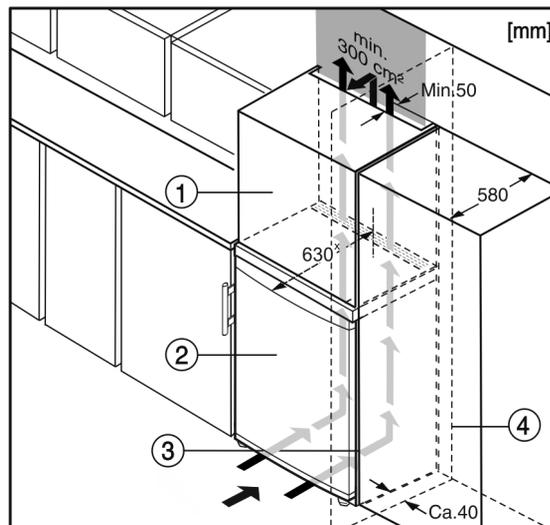

Fig. 6
El aparato se puede rodear de muebles de cocina. Para adaptar el aparato Fig. 6 (2) a la altura del mueble de la cocina se puede colocar sobre el aparato un armario superior Fig. 6 (1) adecuado y acorde con el mobiliario.\*
Si la cocina posee armarios (profundidad máx. 580 mm), el aparato se puede colocar directamente junto al armario de cocina Fig. 6 (3). El aparato sobresale 34 mm\* por los lados y 50 mm\* en el centro del aparato respecto al frente del armario de cocina.\*
Si el aparato se instala con las bisagras junto a una pared Fig. 6 (4), la distancia entre el aparato y la pared debe ser de como mínimo 40 mm. Esto equivale al saliente del tirador con la puerta abierta.